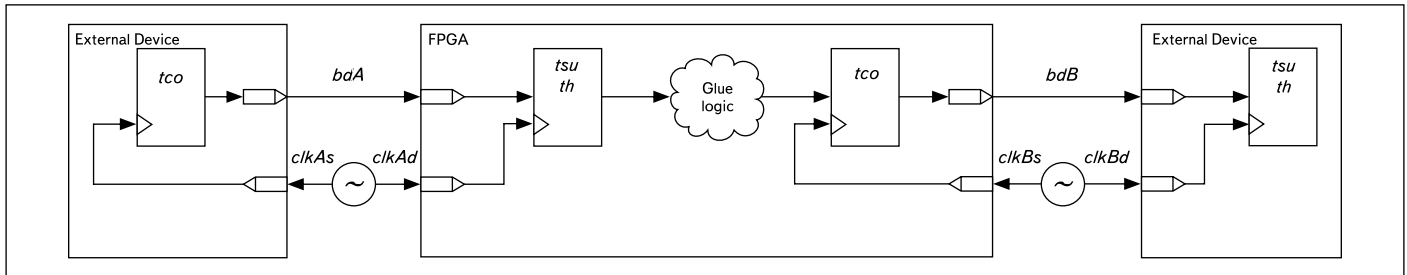

Рис. 22. Структурная схема системы Source Synchronous
- **Source Synchronous** — это интерфейсы (рис. 22), в которых тактовая частота идет от отдельного генератора (в качестве которого может выступать само интерфейсное устройство) к ПЛИС. К таким интерфейсам можно отнести шину процессора, к которому ПЛИС подключена как Slave, АЦП/ЦАП и т. д.
В интерфейсах этого типа (рис. 22) сигнал тактовой частоты идет на ПЛИС от отдельного генератора. Этот метод тактирования используется, когда требуется минимизировать джиттер тактового сигнала. В этом случае источник тактовой частоты для приемника интерфейсов вообще не присутствует в ПЛИС. Но мы помним, что для анализа синхронного интерфейса в TimeQuest требуется задать частоту и приемника, и передатчика. Как же быть? Для описания таких ситуаций в TimeQuest есть возможность задать так называемую виртуальную тактовую частоту, то есть тактовую частоту, у которой отсутствует физический источник.